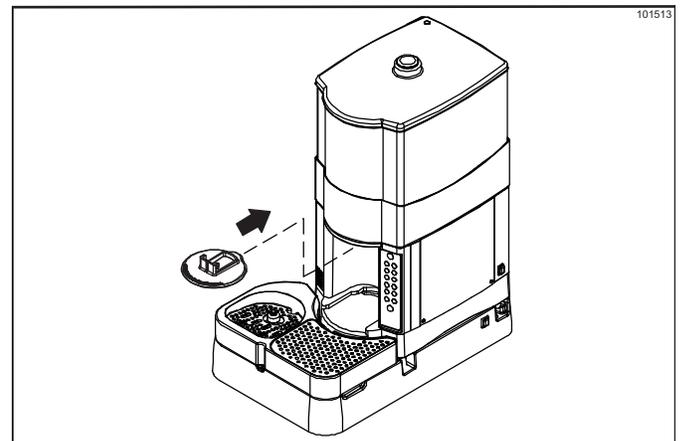

Figura 6-7
7. Vuelva a instalar el protector antisalpicaduras. (Véase la figura 6-7).